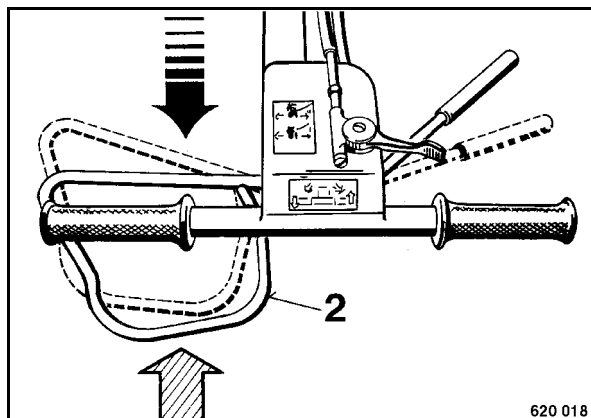

рис. 15
- Если при движении назад оператор наезжает на препятствие, то необходимо принудительно нажать предохранительный бугель заднего хода 2 (рис. 15) в движение вперед.